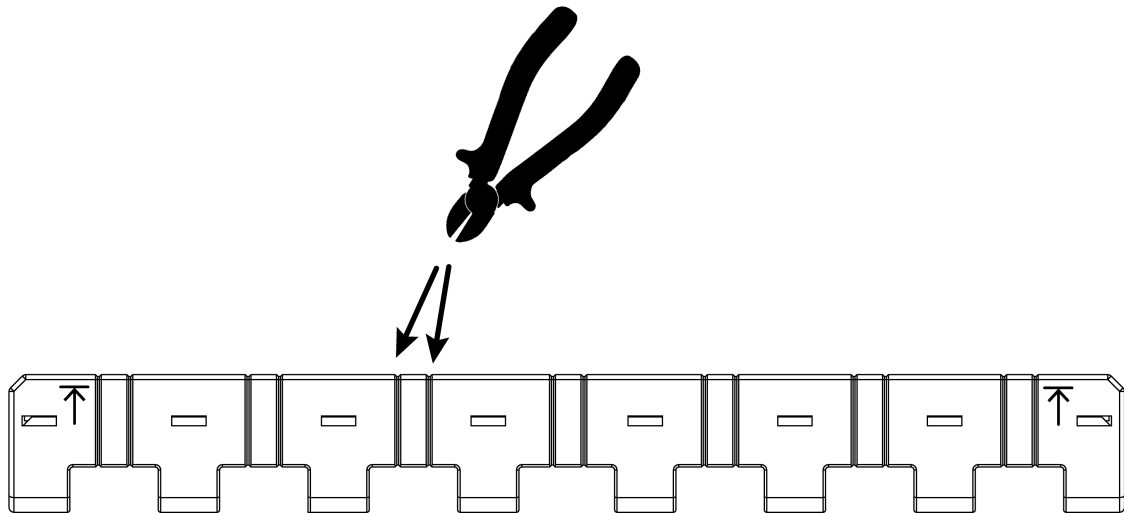

Bild 4: Phasenschiene kürzen
- Falls notwendig, Phasenschiene an den Einkerbungen mit einem Seitenschneider durchtrennen (siehe Bild 4).